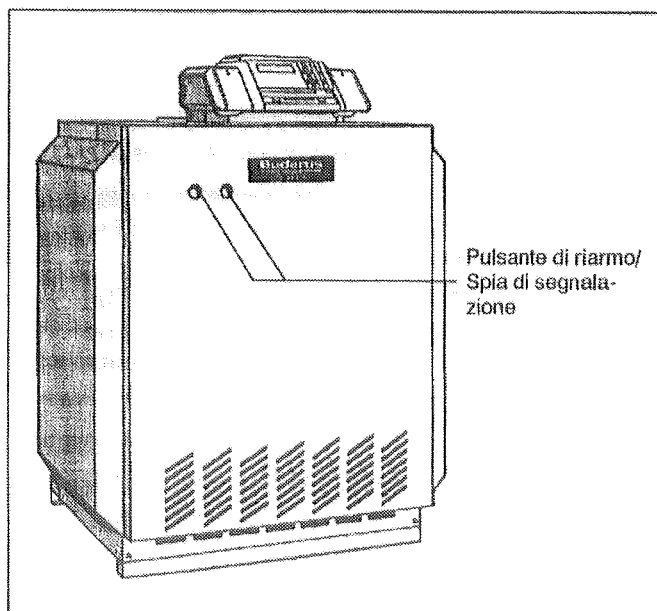

Fig. 4: Pulsante di riarmo
- Se la spia di segnalazione del pulsante di riarmo (Fig. 4) è accesa, premere il pulsante di riarmo.